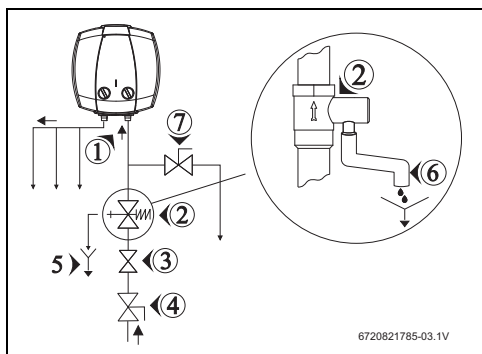

Рис. 9 Подключение воды
- ▶ Установите предохранительный клапан на подводе холодной воды к бойлеру (→ рис. 9 и 10).
Если давление воды превышает 80% от максимально допустимого давления бойлера (6,4 бар), то установите редукционный клапан (→ рис. 9). При повышении давления в бойлере более 6,4 бар срабатывает предохранительный клапан. Вода, вытекающая из клапана, должна отводиться.
- ▶ Закройте водопроводный кран (→ рис. 9).